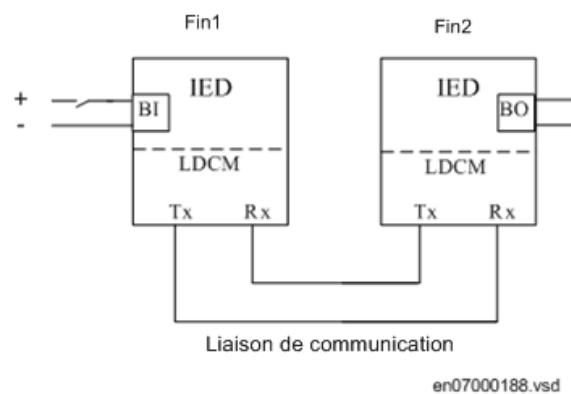

Figure 73: Essai du RTC avec E/S
La figure 73 illustre un raccordement pour effectuer un test. Un signal d'entrée binaire (BI) sur End1 est configuré pour être transféré à End2 via la liaison de communication. A End2, le signal reçu est configuré pour contrôler une sortie binaire (BO). S'assurer à End2 que le signal BI est reçu et que BO opère.